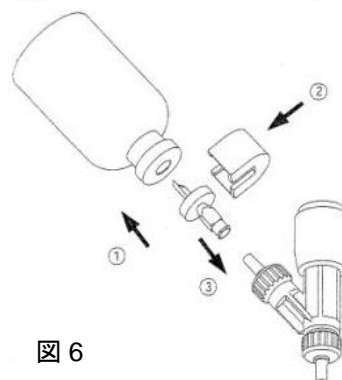

図 6
バイアルビンの場合、オプションのバイアルホルダーのフィードニードル(図 6、①)をバイアルビンのゴム弁に刺します。次にボトルロック(図 6、②)をスライドして固定します。最後にオス型ルーアーインレットバルブキャップに接続します(図 6 の③)。